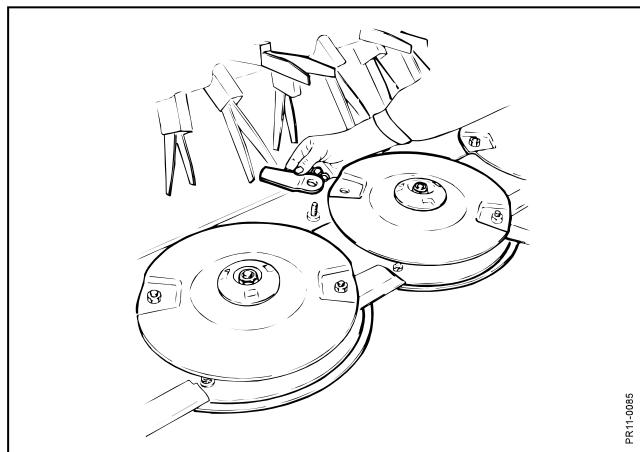

Fig. 5-10
**Fig. 5-10** For at opnå tilfredsstillende afhøstning, **er det vigtigt, at knife og modskær er i orden og skarpe**. Knivskift foretages ved at afmontere knivbolten og trække denne neden ud af skiven. Dette kan lettest ske, når kniven er i forreste stilling, så bolten kan falde gennem hullet i stenbeskytteren. Den gamle kniv fjernes og den nye monteres sammen med knivbolten.